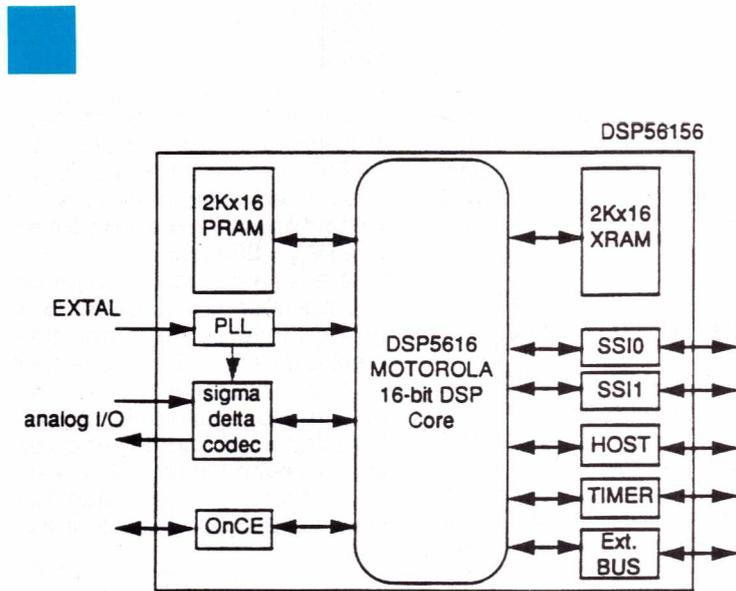

Figure 12 : synoptique du DSP 56156
2) Le DSP 56156 incorporant un interface hôte, un synthétiseur de fréquence, un Codec sigma-delta pour la parole, 2 liaisons série synchrones, 1 timer 16 bits, un émulateur intégré, etc. (figure 12).